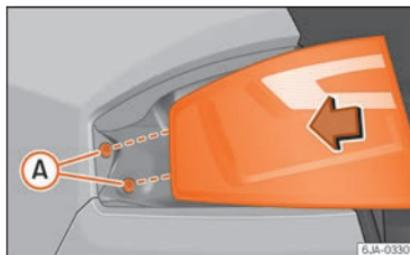

Fig. 102 Montare l'unità posteriore.
- Premere il fanale di coda all'indietro (direzione di marcia del veicolo) incastrando i fissaggi nelle boccole in gomma »» **fig. 102** **A**.